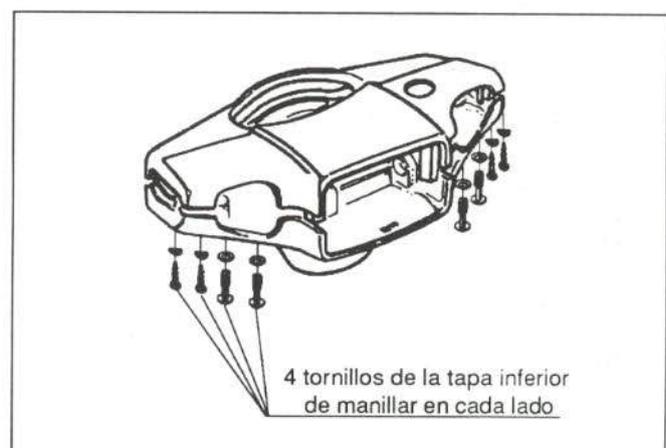

Figura 17.- Fijación de la tapa superior de manillar
En la figura 17, se muestra su fijación.
- Tapa superior de manillar (figura 17)